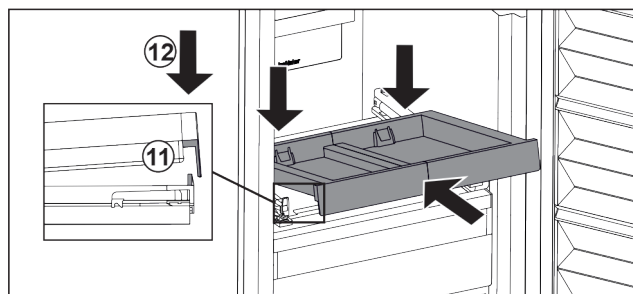

Fig. 122
- ▶ L'insérer en l'inclinant. Veiller à ce que, des deux côtés, la butée soit derrière la languette. Fig. 122 (11)
- ▶ Déposer le compartiment coulissant par l'avant. Fig. 122 (12)